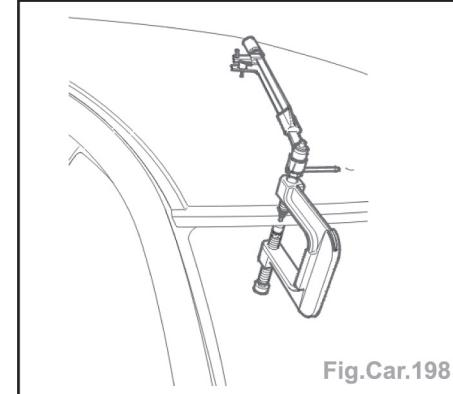

Fig.Car.198
- Poinçonner et calibrer le pavillon avec l'outil spécifique **[1]**, ce calibrage doit être effectué avec une clé dynamométrique réglée à **3,2 daN.m** (Fig.Car.198).